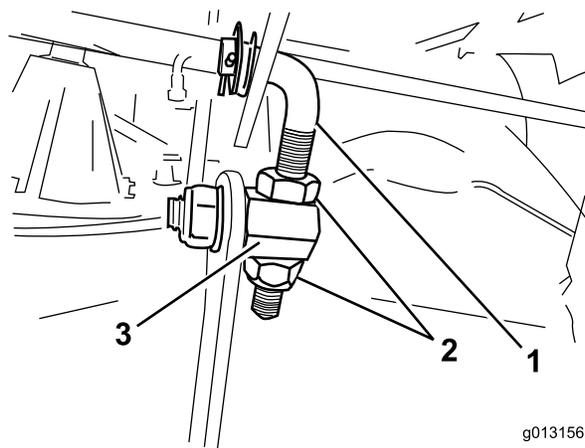
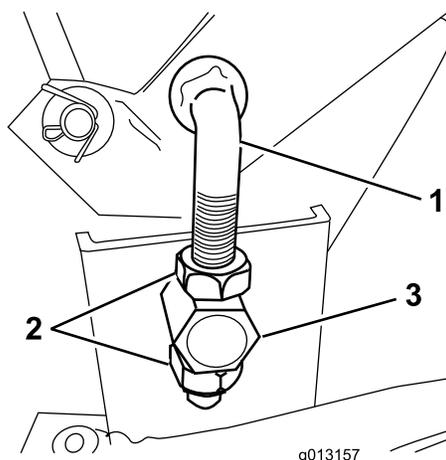

Figure 44
Figure 45
3. Desserrez les écrous sur les biellettes avant et arrière (situés sur le côté droit de la tondeuse) pour permettre aux biellettes de se déplacer dans les tourillons (Figure 44 et Figure 45).